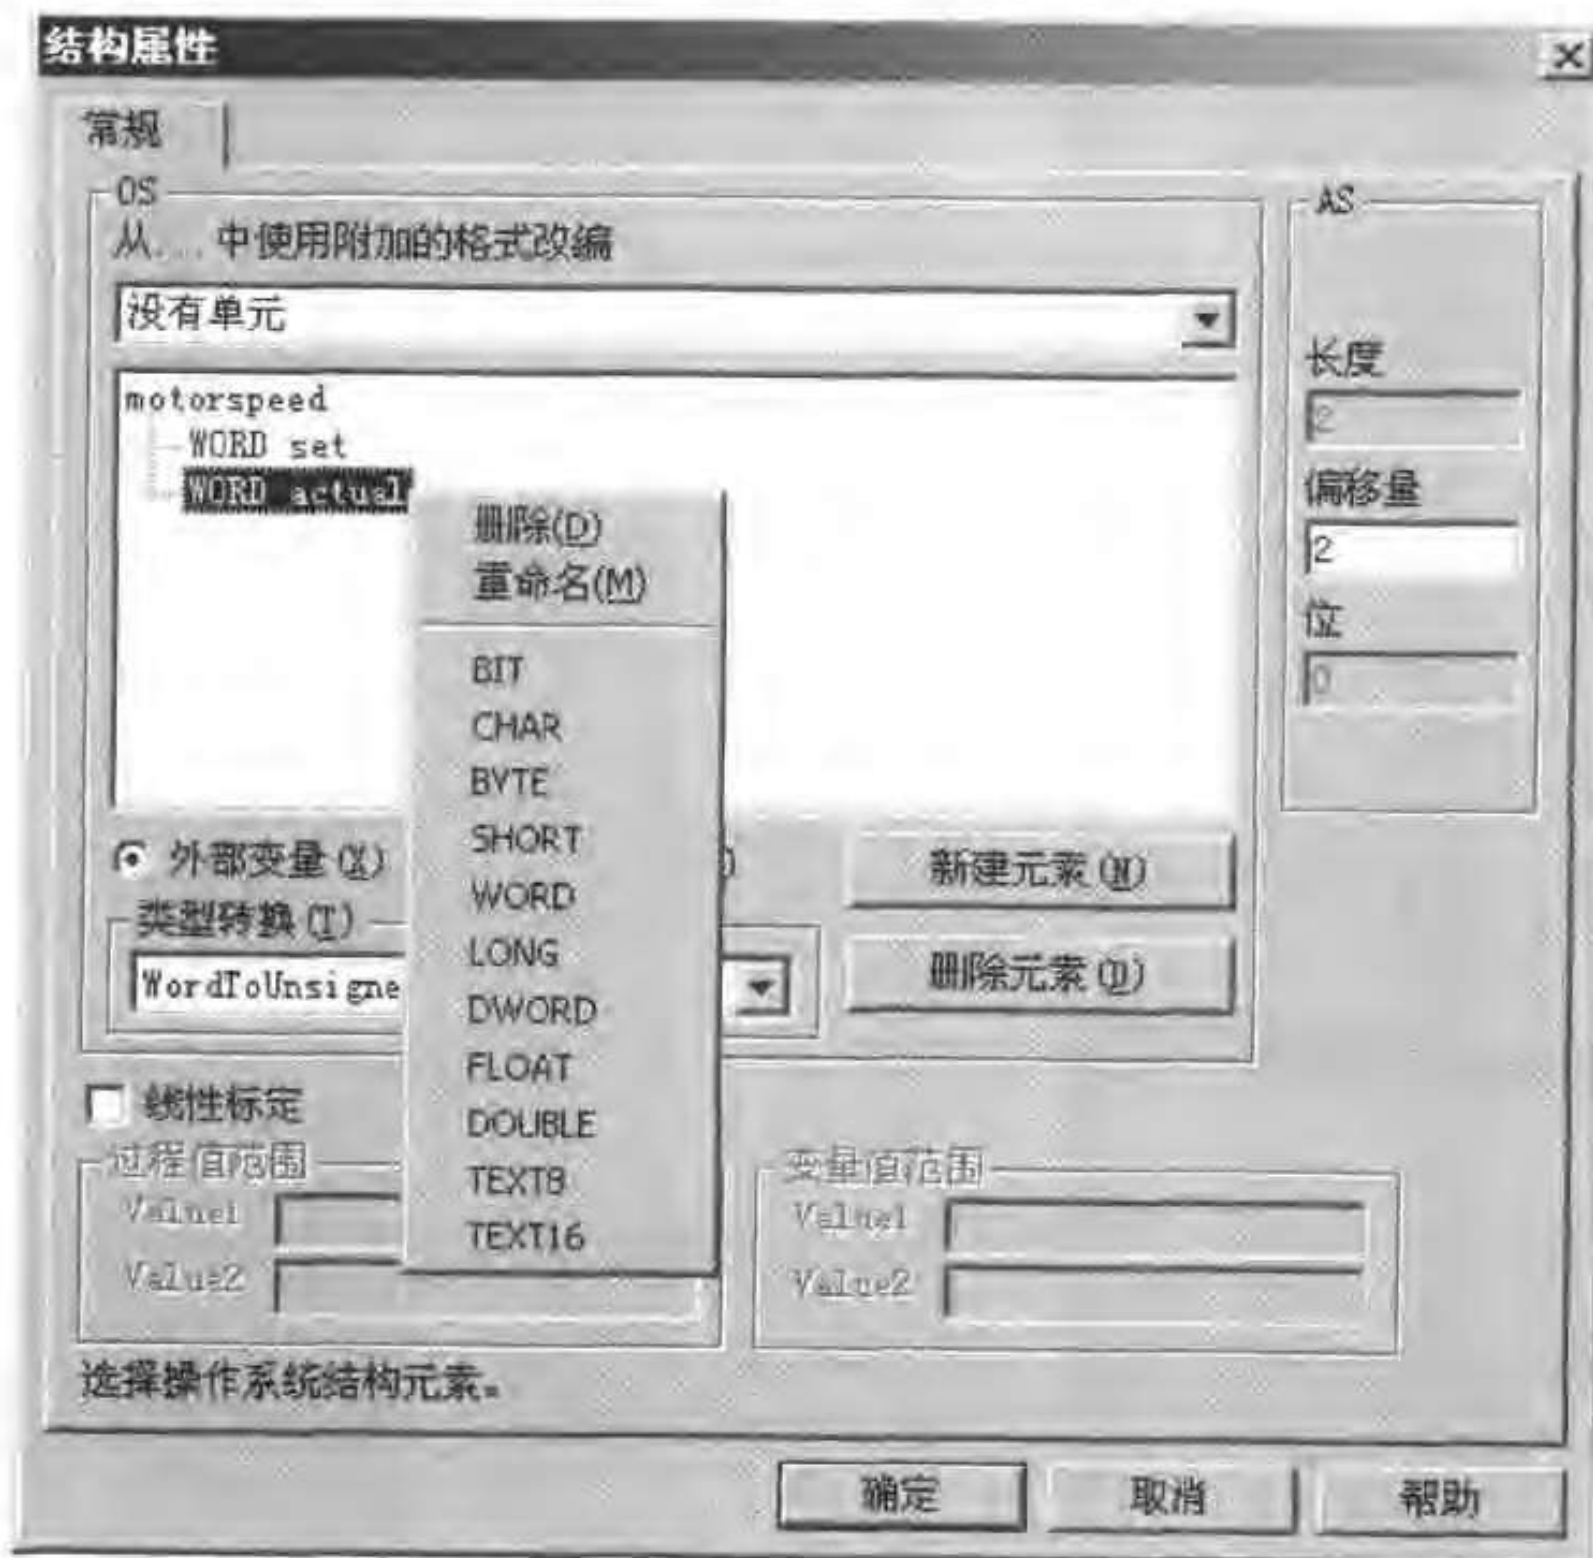

图 5-3 创建结构类型
- 右击 WinCC 项目管理器中的“结构类型”，并从快捷菜单中选择“新建结构类型”菜单项，打开“结构属性”对话框，如图 5-3 所示。
- 从结构元素的快捷菜单中可更改结构元素名和结构元素的数据类型。结构中的元素可选择内部变量或外部变量。图 5-3 创建了一个名为 motorspeed 的结构类型。它包括两个元素：set 和 actual，数据类型为 WORD，都为外部变量。